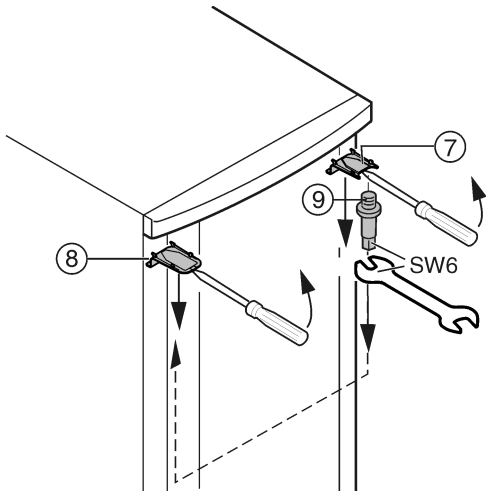

Fig. 7
- ▶ Horný kryt Fig. 7 (7) a kryt Fig. 7 (8) vylúpnite vpredu skrutkovačom a odoberte priečne smerom nadol.
- ▶ Ložiskový čap Fig. 7 (9) vyskrutkujte a na opačnej strane **pevne (s uťahovacím momentom 4 Nm)** zaskrutkujte.
- ▶ Kryt Fig. 7 (7) opätovne namontujte na strane čapu ložiska: vzadu nasad'te, vpredu zaklapnite.
- ▶ Kryt Fig. 7 (8) namontujte na opačnú stranu: vzadu nasad'te, vpredu zaklapnite.
- ▶ Dvere hore zaveste na ložiskový čap Fig. 7 (9).